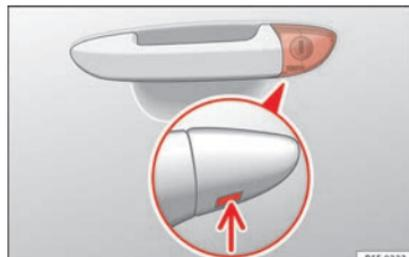

Fig. 3 Maniglia della porta del conducente: serratura di chiusura non visibile.
- Introdurre l'ingegno nell'apertura inferiore del coperchio posto sulla maniglia della porta del conducente » fig. 3 (freccia) e rimuovere il coperchio dal basso verso l'alto.